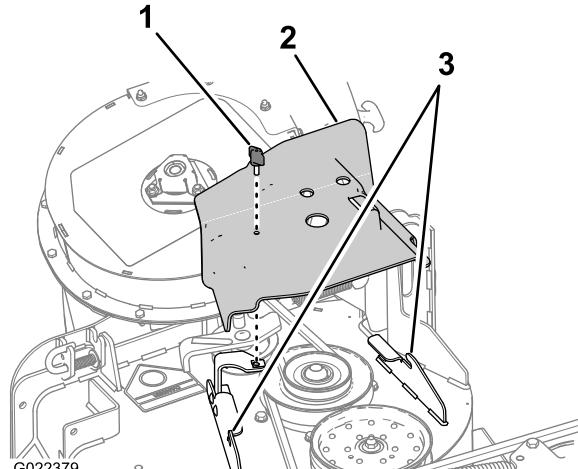

図 4
1. ベルトカバーを固定している蝶ねじを取り外す図 4。
2. カバーを外側にずらして、カバーのエッジがデッキのフランジのフックをクリアするようにする図 4。